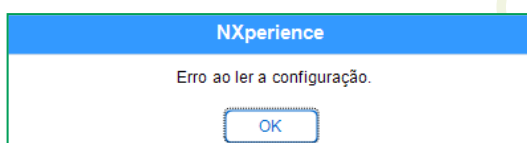

Fig.62 - Erro ao ler a configuração
- e.** Caso o NXperience apresente erro durante a leitura da configuração, como exibido na Fig. 62, e o display do dispositivo estiver apagado, deve-se tentar o procedimento descrito no passo a seguir.